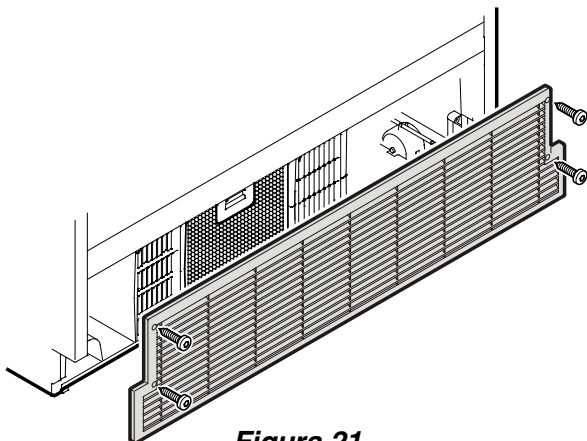

Figura 21
- Abra a gaveta inferior do freezer e desparafuse a grelha de ventilação - **Figura 21**.